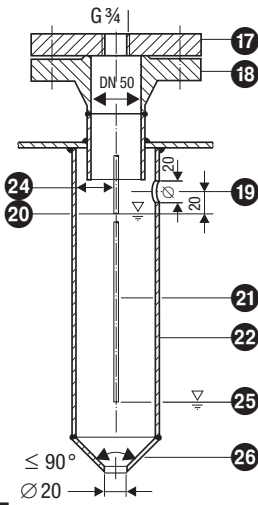
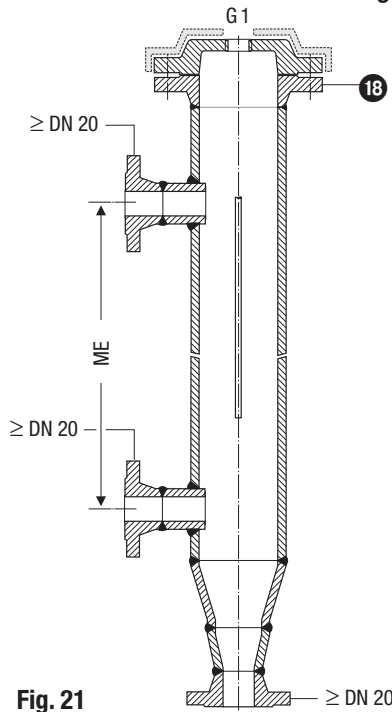

Fig. 15
Fig. 21
- Die Mindestabstandsmaße müssen beim Einbau der Niveauelektrode beachtet werden! **Fig. 15 – Fig. 21**